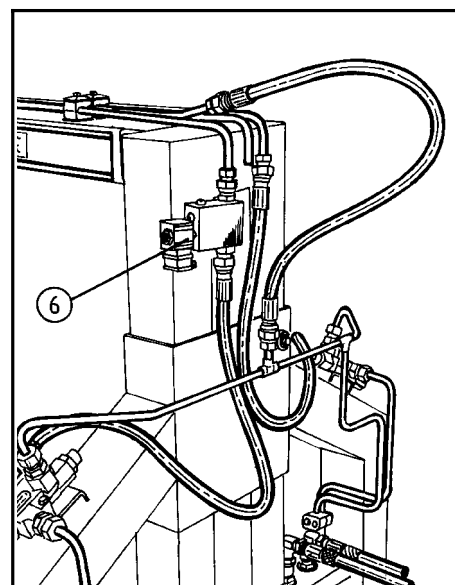

Bild 14-3
Auch bei voller Geschwindigkeit öffnet sich das Magnetventil an der Rückseite des Maschinenturms, (Pos. 6, Abb. 14-3). Das Öl wird nun an der Düse vorbeigeleitet.
- b) Das Sicherheitsventil, (S3), kann undicht sein, und das Öl am Wickelarmmotor vorbeiströmen. (Siehe Abb.14-3). Das Ventil ausbauen und überprüfen, ob sich der Kolben frei bewegen kann.